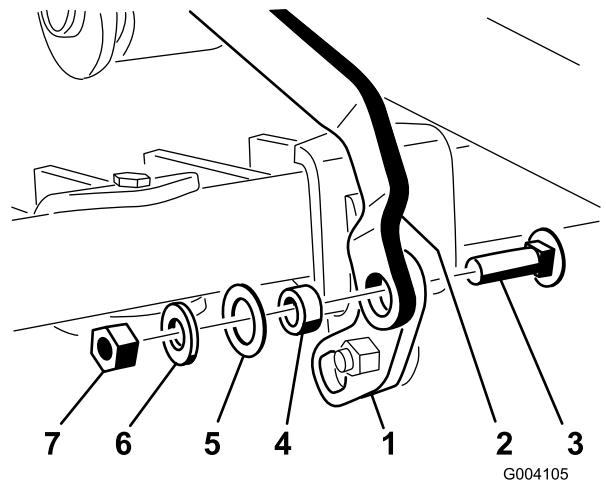

図 16
5. 上昇ペダル・アセンブリの曲げ部分が上向きになっている状態で、ピボットタブの四角穴を、ツールバーリンクに取り付ける；キャリッジボルト(3/8 x 1-1/4 インチ) 1本とスペーサ1個、ワッシャ (1 インチ) 1枚、ワッシャ (13/16 インチ) 1枚、ロックナット (3/8 インチ) を使用し、図 16 のように取り付ける。
6. 偏心ボルトを、ピボットタブとピボットブラケットの下部に通し、ロックナット (5/16 インチ) で固定する (図 16)。